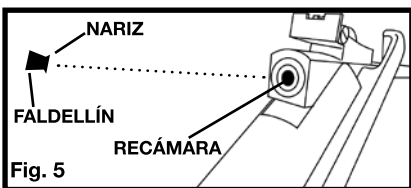

Fig. 5
- Con el cañón abierto, luego de haber sido amartillado, coloque un perdigón con la punta hacia adelante en la recámara (Fig. 5). Asegúrese de que la falda del perdigón quede a ras de la cara de la recámara.